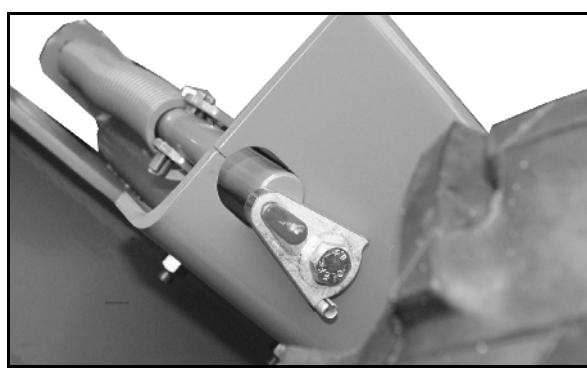

Рис. 22
3. Установите стопорный рычаг соответствующим образом (см. Рис. 22).